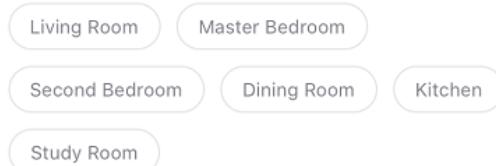

bild 3
6. Du kan ange ett namn för enheten genom att trycka på pennlogotypen på sidan och välja platsen för din enhet. Tryck sedan på "Klar" i övre högra hörnet. (bild 3)